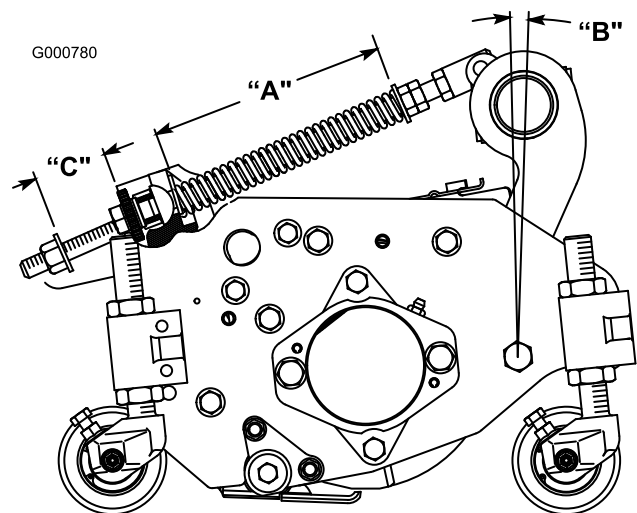

図 8
ターフ補正スプリング(図 8)は、キャリア・フレームとカッティングユニットをつないでおり、前後の揺れの大きさの調整と、移動走行中や旋回動作中の地上高の調整を行っています。
1. スプリングロッド後部のロックナットを締めて、すきま(C)を25 mmとする(図 8)。
2. スプリングロッド前部の六角ナットを締めて、スプリング(圧縮状態)の長さ(A)が203 mmになるようにする(図 8)。
ケット後部とワッシャ前面のすきま (C) を38 mm としてください(図 8)。
**注** スプリングの圧縮長さ (A) が **短くなる** ほど前から後ろへの重量移動が **前から後ろ** への重量移動が大きくなり、キャリア・フレームの傾斜角度 (B) が小さくなります。
**注** すきま (C) が **大きくなる** ほどカッティングユニットの地上高は **小さくなり**、キャリア・フレームの傾斜角度 (B) が **大きくなり** ます。